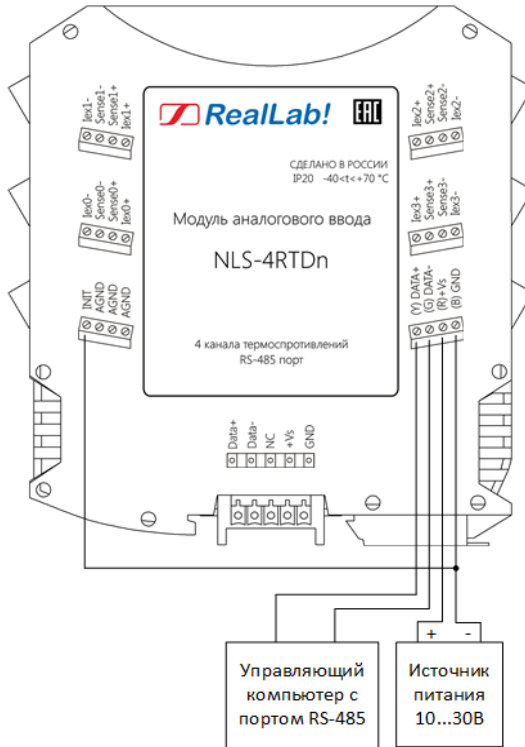

Рис. 5.3. Соединение вывода INIT с GND
- установить перемычку между выводами INIT и GND в соответствии с рис. 5.3;